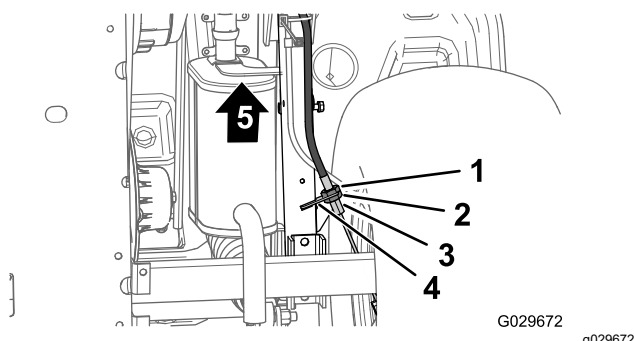

Рисунок 67
3. В нижней части машины ослабьте заднюю зажимную гайку резьбового регулятора троса стояночного тормоза на 4 оборота (Рисунок 67).
4. Затяните переднюю контргайку (Рисунок 67).
- А. Ослабьте затяжку передней зажимной гайки (Рисунок 67) на резьбовом регуляторе троса стояночного тормоза на один оборот.
- В. Затяните заднюю контргайку (Рисунок 67).
- А. Ослабьте затяжку задней зажимной гайки (Рисунок 67) на резьбовом регуляторе троса стояночного тормоза на один оборот.
- В. Затяните переднюю контргайку (Рисунок 67).